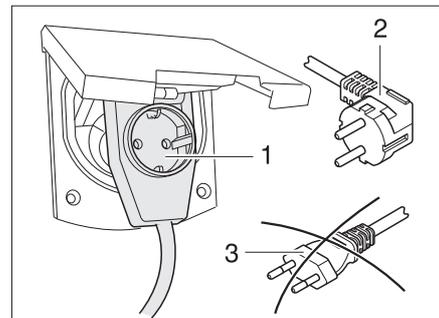

Bild 99 Anschluss an eine Winkelkupplung mit Steckdose
- ▶ Bei Verwendung einer CEE 17 Winkelkupplung mit rückseitig eingebauter Steckdose (Bild 99,1) nur einen gummierten und versiegelten IP 44 Stecker mit Schutzkontakt (Bild 99,2) verwenden. Keine Stecker ohne Schutzkontakt (Bild 99,3) verwenden. Gefahr eines Stromschlages!